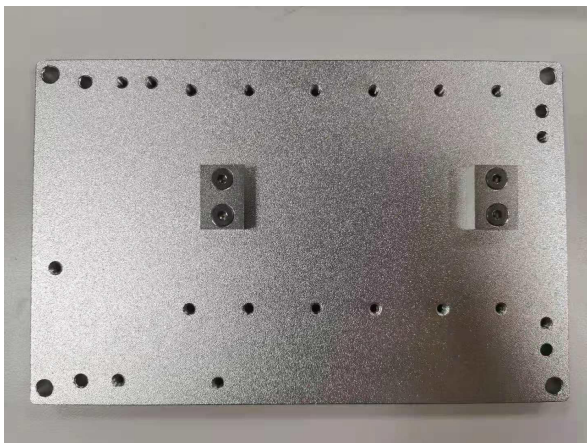

图 2
2. 在散热片中间位置用 M3*8 沉头螺钉固定好两个 18*12*6mm 铝块,位置如图 2 所示;每个铝块上分别放一片 25*25mm 的蓝色导热片,导热片要完全盖住铝块,如图 3 所示;